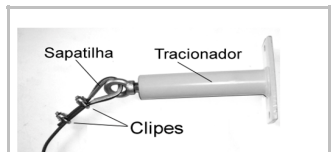

Fig 3 - Fixação do cabo de aço
2.3 Passar o cabo de aço pela alça da alavanca da chave, olhais do esticador e alça dos tracionadores (nesta ordem), com uma laçada conforme mostrado na fig.3. Dentro da laçada do cabo deve ser colocada a sapatilha para proteger o cabo de aço neste ponto. A laçada é fechada com 2 cliques. Deixar frouxos os cliques que ficam junto aos olhais dos tracionadores para facilitar o ajuste da tensão do tracionador (item 2.4). Todos os outros cliques devem ficar bem apertados.